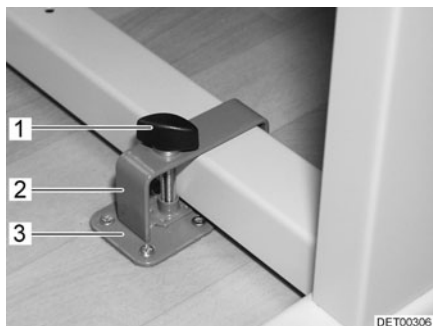
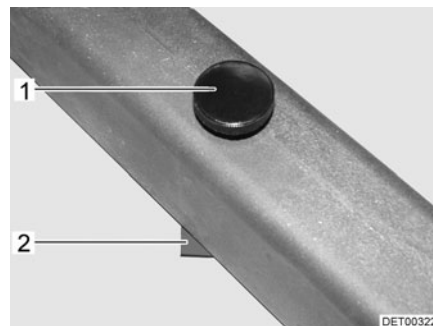

Fig. 80 Dispositif de blocage table pivotante avec étrier
Fig. 81 Dispositif de blocage table pivotante sans étrier
- Placer la table pivotante près du support (Fig. 80,3) ou sur celui-ci (Fig. 81,2).
- Placer l'étrier (Fig. 80,2) avec la vis de fixation (Fig. 80,1) par-dessus le pied de table.
- Pousser l'étrier et, le cas échéant, la table pivotante de telle sorte que la vis de fixation (Fig. 80,1 ou Fig. 81,1) puisse être vissée dans le support (Fig. 80,3 ou Fig. 81,2).